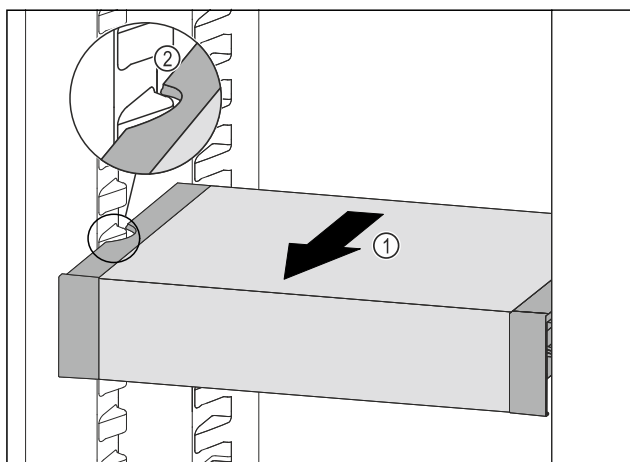

Fig. 133
- Predal VarioSafe povlecite naprej Fig. 133 (1), dokler nista stranska izreza predala VarioSafe na višini nastavka za posodo v hladilniku. Fig. 133 (2)